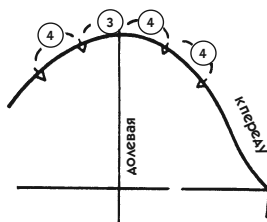

Рис. 369
На рис. 369 изображены 4 застроченные со стороны изнанки вытачки, делающие рукав по окату более выпуклым, даже угловатым, а плечи — квадратными. Мода время от времени диктует подобную форму как на
1. По линии оката укажите середину каждой маленькой вытачки, используя мерки, приведенные на рис. 369 (цифры в кружочках). Задание выполнять не требуется.